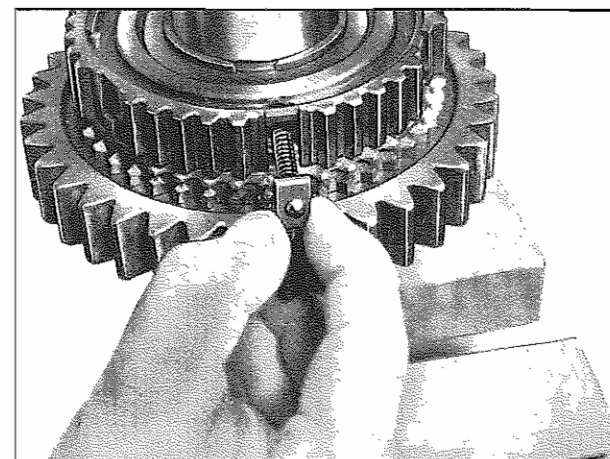

Fig. 26 - Inserimento dei gruppi Fitting the sets
- Inserire nei fori del mozzo sincronizzatore i gruppi così formati per prime le molle, e fissare con grasso (**Fig. 26**).
- Place glued parts with compression springs first into bores of synchronizer (**Fig. 26**) and attach with grease.